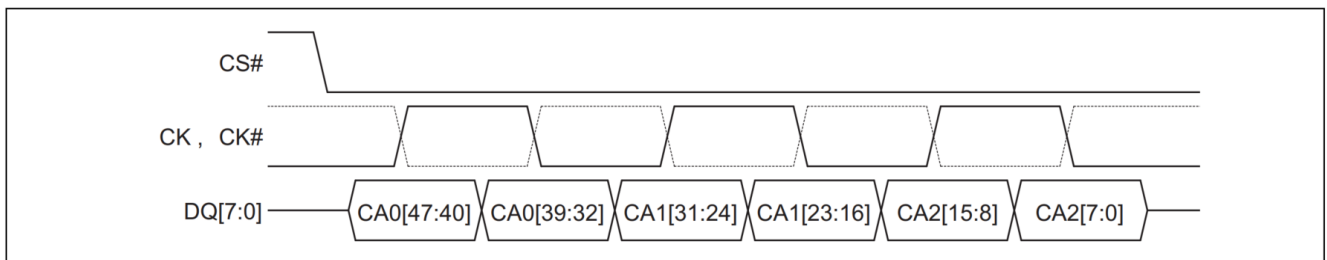

图 6 指令-地址 (CA) 序列^[7-10]
7. 图 6 显示 HYPERBUS™ 上所有传输的前三个时钟周期。